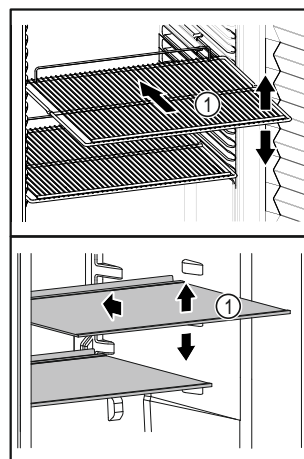

Fig. 59 Ilustrační zobrazení
- ❑ Pokud jsou odstavné plochy Fig. 59 (1) přemístitelné, přizpůsobte je vždy na danou výšku.